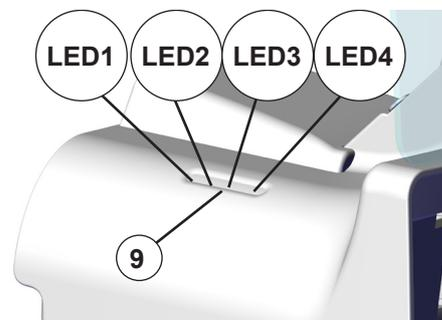

Abb. 2
- ⇒ Sichtscheibe (10) von oben gerade in die Nuten seitlich der Saugöffnung einschieben.
**i** **Um das Gerät z.B. in einer Schublade zu lagern, kann die Sichtscheibe umgeklappt werden. Dazu die Sichtscheibe ein Stück nach oben ziehen und nach hinten umklappen, siehe Fig. 2 (auf Umschlagseite).**